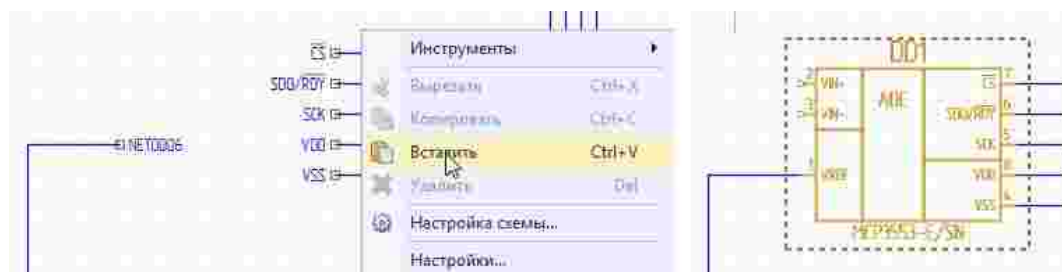

Рис. 182 Инструменты "Вставить" для объектов
3. Вставить объекты с помощью пункта «Вставить» контекстного меню, либо воспользоваться сочетанием клавиш «Ctrl+V». Объекты будут вставлены, см. Рис. 182.